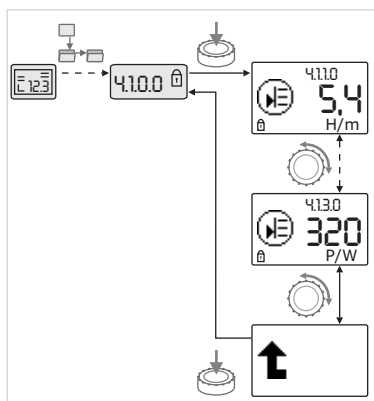

Fig. 40: Richiamo di informazioni
- Ruotando il pulsante rosso selezionare gli elementi di menu del tipo "Informazioni" dell'attuale sottomenu (vedi fig. 40). Per la spiegazione delle impostazioni rappresentate da simboli vedi la tabella nel capitolo 8.7 "Riferimento elementi di menu" a pagina 98".